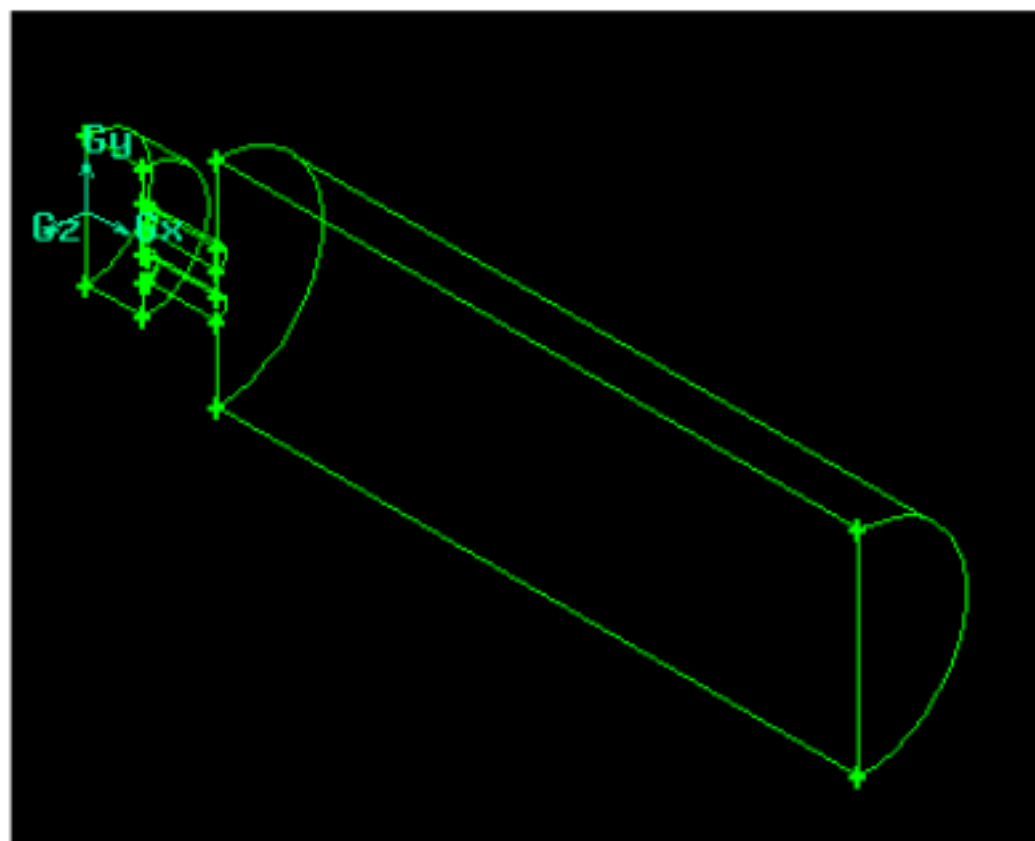

图 14
8. 利用布尔运算中的减命令，将 volume.1 削去一半（见图 14）。